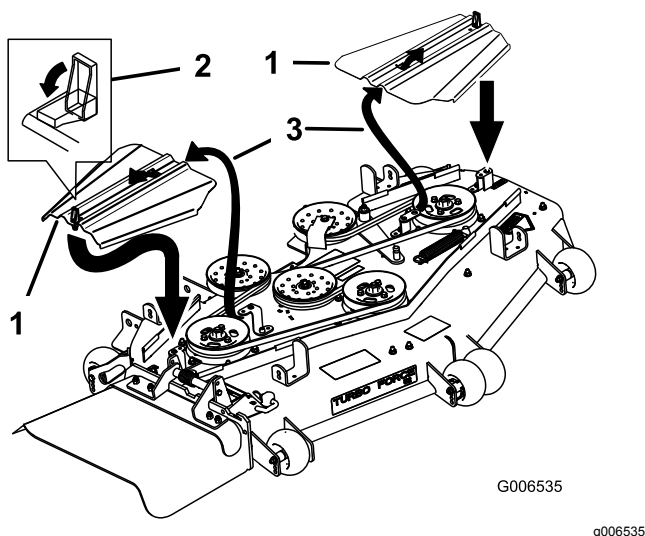

Figure 89
12. Posez les couvercles en les insérant dans la languette, vissez les boulons en place et fermez les fixations (Figure 89).